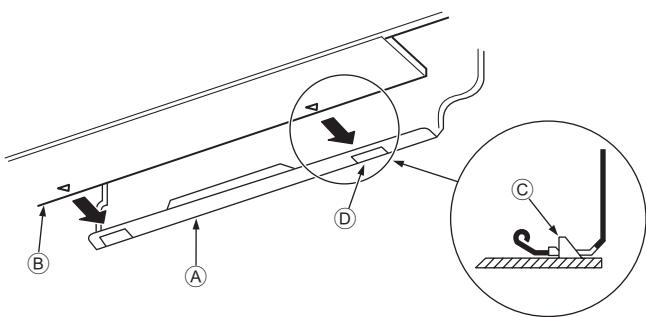

Fig. 3-15
3. Hängen Sie den oberen Teil der Innenanlage an die Montageplatte ①, während Sie die Kältemittelleitung und das Abflussrohr in die Wandöffnung (Tülle) einführen.
5. Befestigen Sie die Innenanlage, indem Sie sie gegen die Montageplatte ① drücken. (Fig. 3-15)
- * Vergewissern Sie sich, dass die Knöpfe unten an der Innenanlage sicher in die Montageplatte ① eingehängt sind.
- ① Montageplatte
② Innenanlage
③ Haken
④ Rechteckige Öffnung